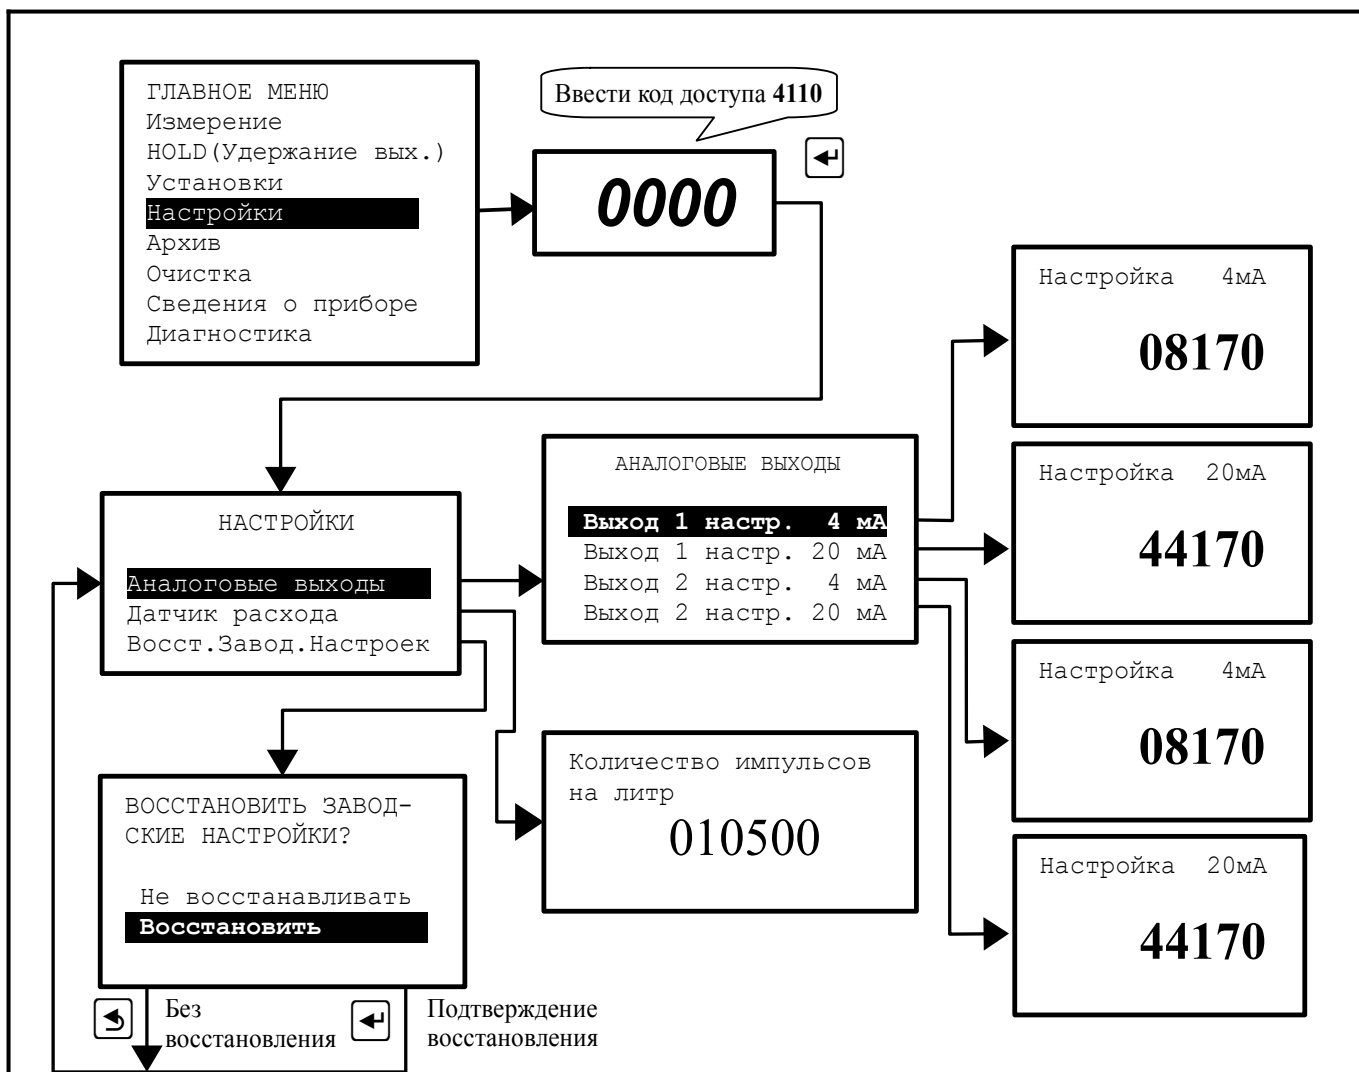

Рисунок 19 - Меню «НАСТРОЙКИ»
3.3.5.1 Вход в это меню защищён паролем, поскольку в нём возможно изменение метрологических настроек рН-метра. Для входа в меню необходимо ввести код доступа «4110», выбрать действие и подтвердить кнопкой  (Рисунок 19).
3.3.5.2 В этом меню в случае отклонения метрологических характеристик рН-метра по выходному току могут быть подстроены аналоговые выходные сигналы. Для этого каждый аналоговый выход ИП должен быть подключен к миллиамперметру. Для каждого выхода должны быть настроены значения токов 4 мА и 20 мА. Процедура настройки изображена на рисунке (Рисунок 19).